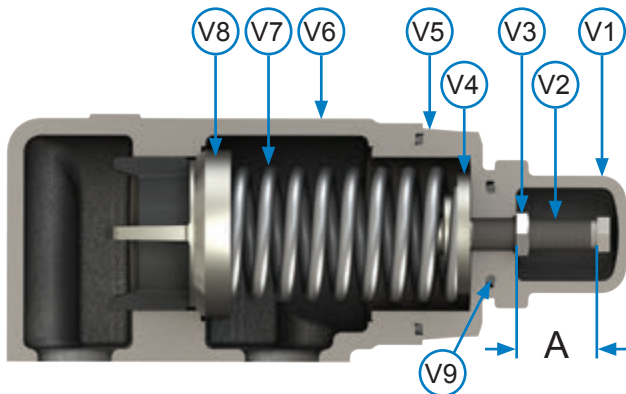
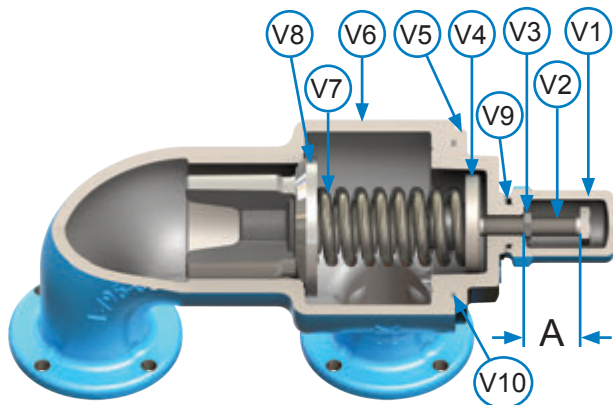

图 7—尺寸 H 和 HL
图 8—尺寸 K、KK、L、LQ、LL、Q、QS、N 和 R
2. 测量并记录调整螺钉的延伸长度。参考图 7 和图 8 中的“A”尺寸。